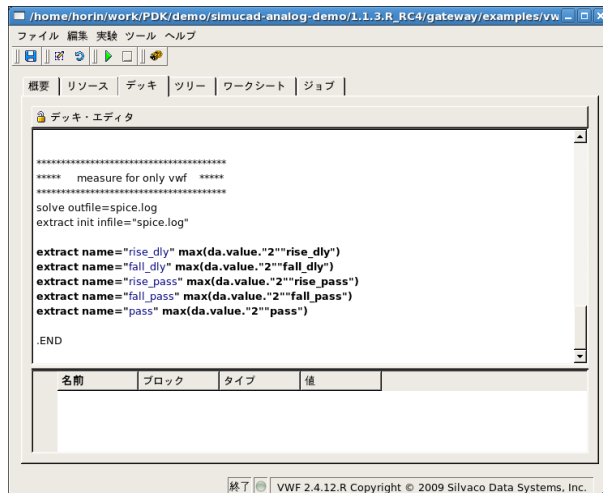

図6 修正後のボトム部
2. VWFにて結果を一覧表示するためにボトム部のコメント部を有効にする(図6参照)